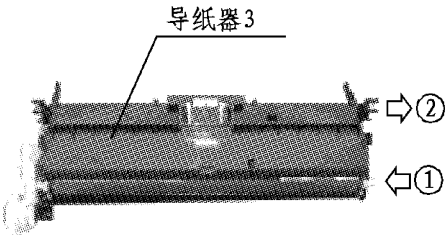

图7-17
b) 拆卸导纸器3。首先，拆卸箭头1所指的挂钩。接着，按箭头2的方向掰开机芯架2的支撑臂，拆卸导纸器3。（图7-17）